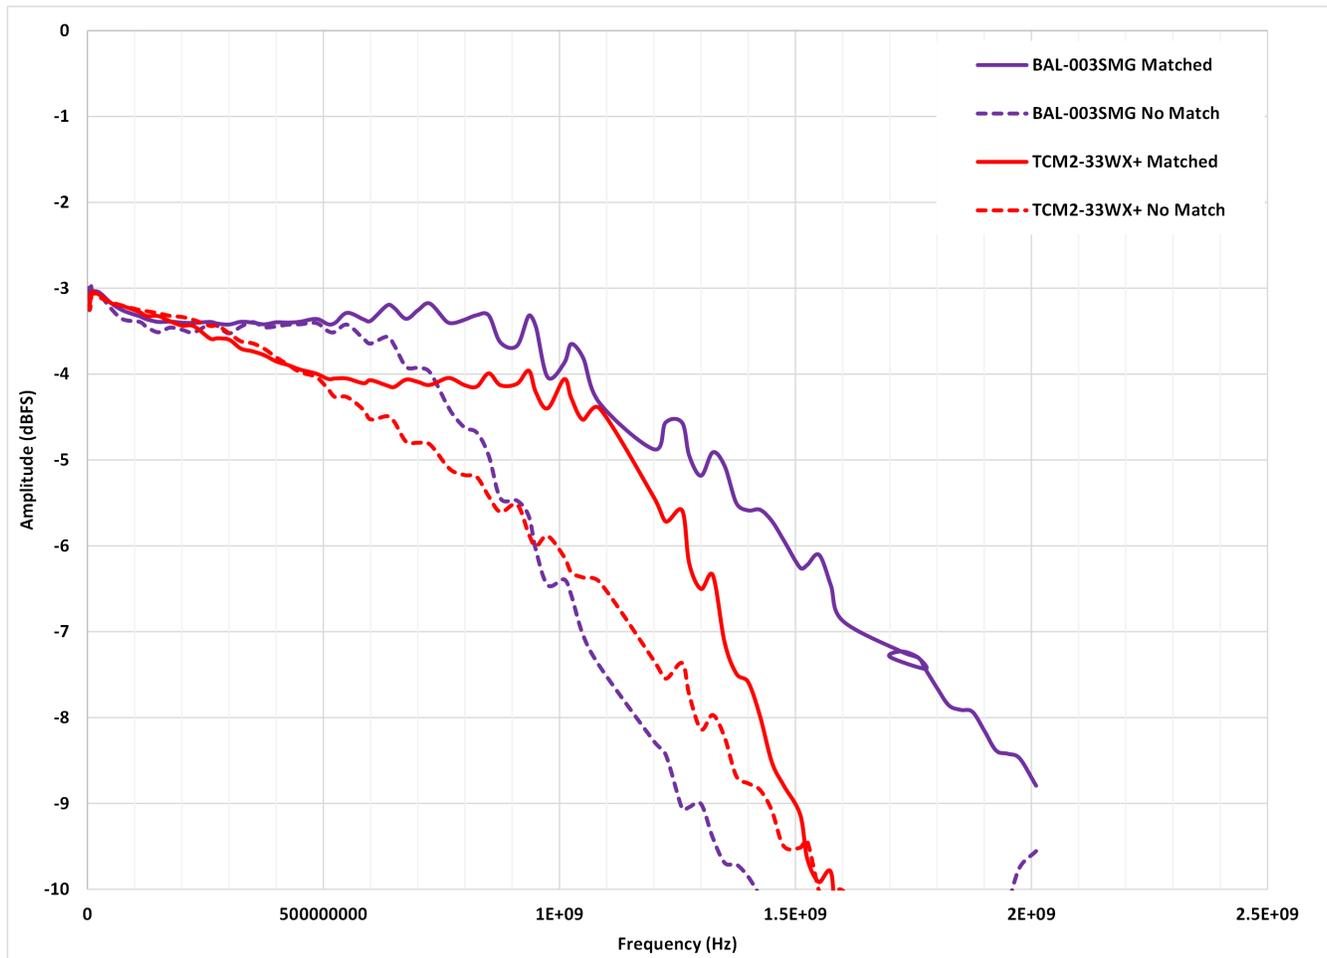
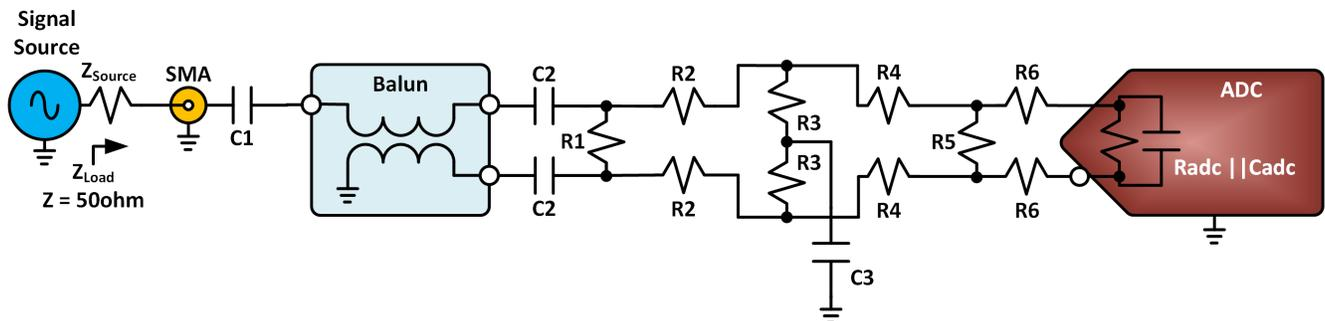

图 1-1. ADC3669 和平衡-非平衡变压器带宽比较：匹配 (实线) 与不匹配 (虚线)
图 2-1. 通用无源网络元件预留位置
确定好系统后，必须选择平衡-非平衡变压器，并且可供选择的种类非常多。选择平衡-非平衡变压器时，建议先查看您的带宽要求。选择一个带宽稍微大于实际需求的平衡-非平衡变压器，这样平衡-非平衡变压器的作用就更像一个窗口，而不是一扇门。这在那些较高频率应用中尤其重要。请参阅图 1-1。展示了两种用于同一应用的不同平衡-非平衡变压器，搭配 ADC3669 16 位双通道 ADC。尽管这两种变压器具有相同的带宽，但由于 ADC 内部采样网络的输入阻抗变化以及 PCB 布线的寄生效应，它们的响应最终会有所不同。请注意，如果两个平衡-非平衡变压器都不匹配，带宽下降速度会相当快，如前面的两点所述。
多年来，我们看到许多人尝试仿真和完善平衡-非平衡变压器匹配网络的设计。经过数周到数月的仿真和努力理解某种程度的寄生效应后，当 PCB 设计被制作出来时，匹配效果并没有完全达到预期。建议采用不同的设计流程，从图 2-1 所示的以下拓扑结构开始。这样就可以为您提供一个很好的试验平台，让您可以使用任何想要的元件来完成匹配。我在想，所有这些努力和权衡是否值得，建议您参考图 1-1。下一节介绍了每个元件，以便了解它们在 ADC 输入匹配网络中的作用或功能。
接下来的内容可以作为一个很好的起点, 获取平衡-非平衡变压器和 ADC 的两组 S 参数 ( 如果有 ), 并使用您喜欢的仿真软件。请注意供应商的 s 参数, 如上所述。接下来, 使用 图 2-1 中给出的匹配网络格式。然后, 针对以下情况之一使用 R2-R3-R4 匹配方法:
- 3. 使用窄带方法，有效地使用图 2-1 中所述的相同示例网络。但改为使用 R5，通过在 R5 处并联一个电感器（“L”）来抵消 ADC 内部采样网络寄生电容（“C”）。只需提取 ADC 的 S 参数中的频率中心点即可实现。假设 s 参数 S1P 文件采用实部/虚部形式，则可将这个 C 值等效为一个 L 值。下面我们举例说明：